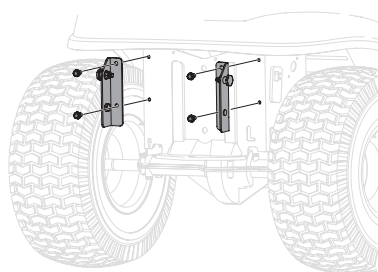

Figure 3
3. Installez les supports de montage à l'aide de 4 boulons autotaraudeurs du kit de quincaillerie. Voir Figure 3.